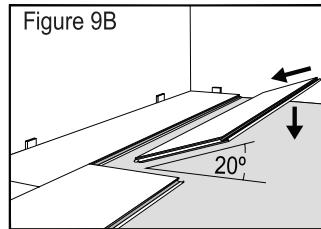
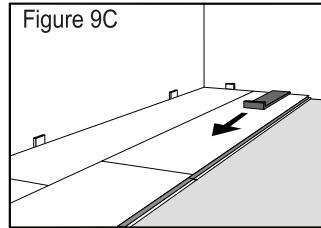

Figure 4
Figure 4A
Step 4 – Begin installing the second row by angling the plank to allow the tongue to slip into the groove of the plank in row 1 (Plank C Fig. 4). Maintain inward pressure (toward the previous row) while gently moving the plank up and down as you slowly push the plank to the floor (Fig. 4A, 4B, 4C). Do not force the plank to the floor if the tongue is only partially inserted into the groove.
Paso 4 – Comience a instalar la segunda fila colocando en ángulo la plancha para que la lengüeta se inserte en la ranura de la plancha de la fila 1 (plancha C Fig. 4). Mantenga la presión hacia dentro (hacia la fila anterior) mientras mueve suavemente la plancha hacia arriba y abajo, y empuje lentamente la plancha en dirección al suelo (Fig. 4A, 4B, 4C). No fuerce la plancha contra el suelo si la lengüeta está insertada parcialmente en la ranura.